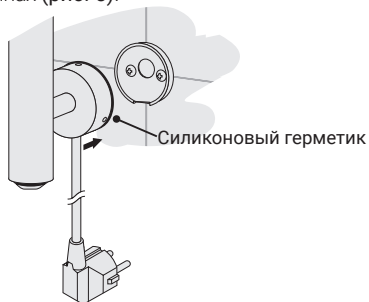

Рис.4
4.1.5. Для повышения степени защиты произвести герметизацию шва силиконовым герметиком по контуру примыкания коробки и стены (рис. 4).